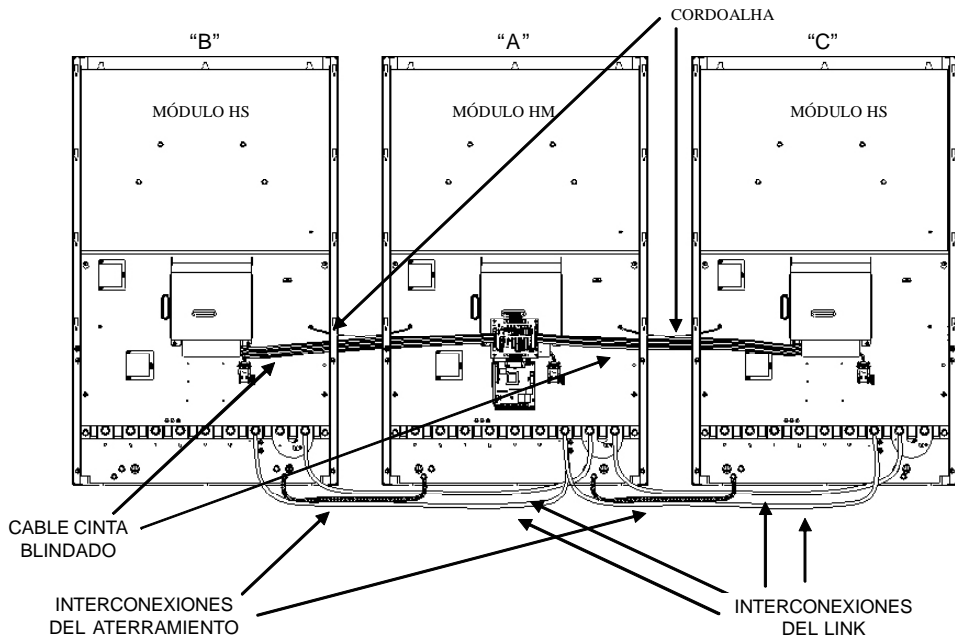

Figura 10: Montaje con tres módulos
- ☑ La figura 10 muestra el montaje de tres módulos; caso el montaje sea de apenas dos módulos, basta eliminar el módulo "C" y sus conexiones.